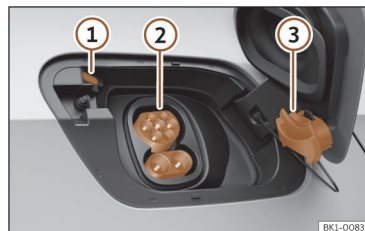

Fig. 53 Por trás da tampa da tomada de carregamento da bateria na parte dianteira esquerda: tomada de carregamento.
- Retire a capa de proteção e encaixe-a no engate >>> **Fig. 53 ①**
- Ligue o conector de carregamento da estação de carregamento à tomada de carregamento >>> **Fig. 53 ②**
- O conector bloqueia-se automaticamente. O LED (indicador do processo de carregamento) da tomada de carregamento pisca e emite cintilações brancas >>> **Fig. 53 ①**
O indicador do processo de carregamento da tomada de carregamento pisca a verde >>> **Fig. 53 ①**.
- Pressione o botão de função **STOP** no ecrã do sistema de infotainment. O indicador do processo de carregamento situado junta da tomada de carregamento acende a branco >>> **Fig. 53 ①**. O conector de carregamento está desbloqueado.
- Encaixe a capa de proteção na ligação inferior da tomada de carregamento. >>> **Fig. 53 ③**